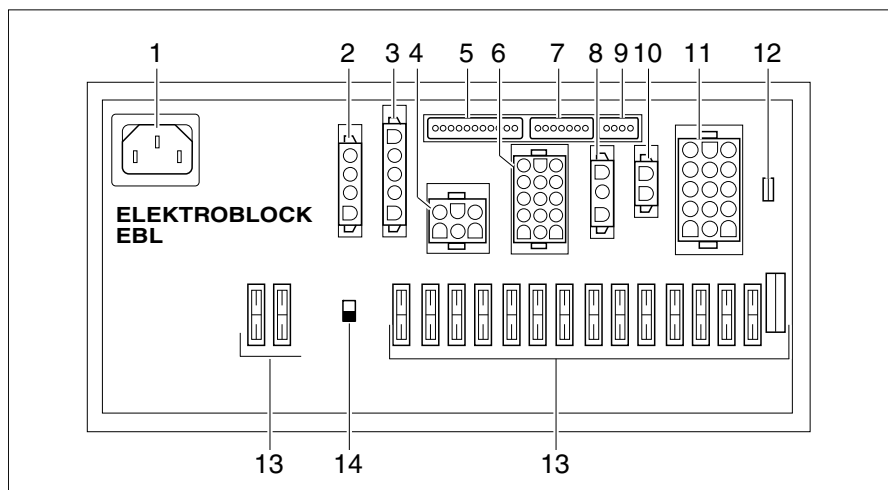

Fig. 256 Centralina elettrica (EBL 102)
Ubicazione A seconda del modello, la centralina elettrica (Fig. 256) è montata nella console del sedile sotto il sedile del conducente o nella zona del garage o del gruppo sedile del bar (Globeline).
- ▷ L'interruttore staccabatteria (Fig. 256,14) disconnette dalla rete a 12 V tutte le utenze collegate alla centralina elettrica.